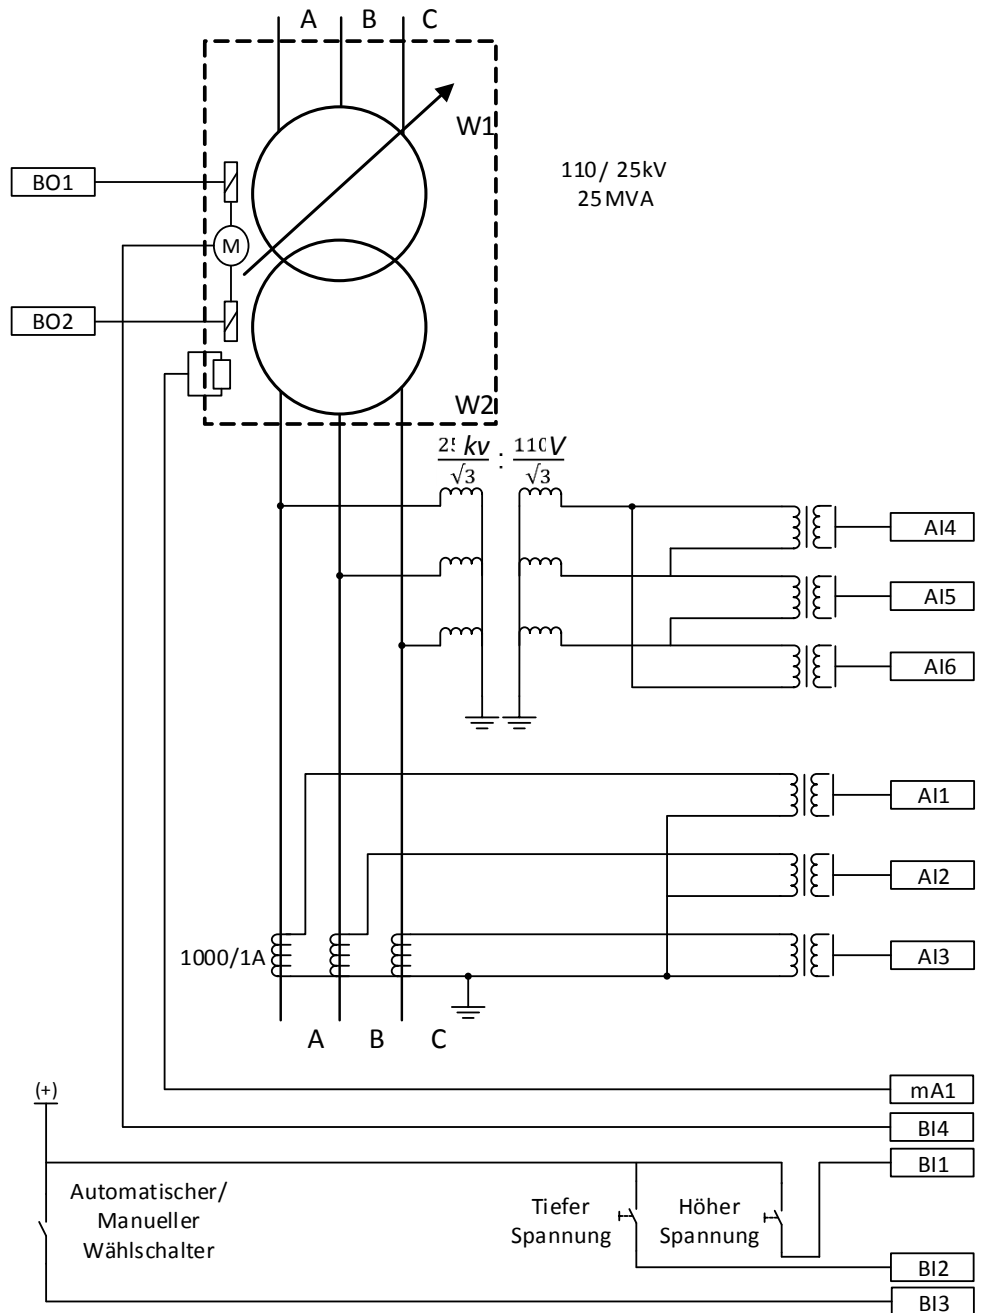

Abb. 21: Relais 1-Schnittstellen und CT/VT-Anschlüsse für TR1 in Beispielfall 1
Abbildung 21 zeigt die Anschlussdetails der Analogeingänge (AI), die Binäreingänge (BI), Milli-Amplitudeneingänge (mA) und die Binärausgänge (BO) für Beispielfall 1.